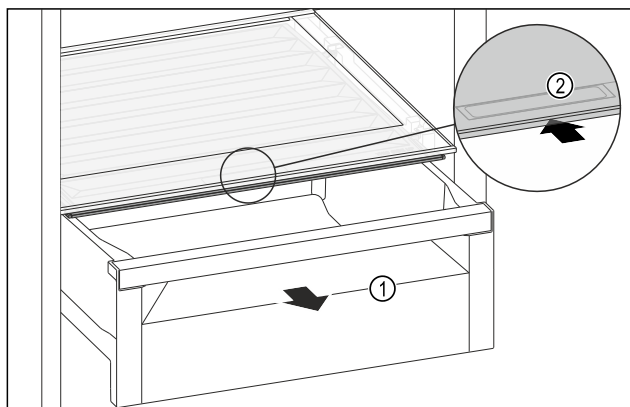

Fig. 151
- Izvlecite predal Fig. 151 (1).
- Primite prijemalno vdolbino Fig. 151 (2) na pokrovu predala in pokrov predala istočasno potisnite nazaj.